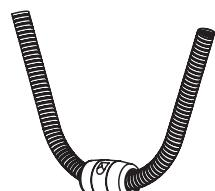

Рис. 4 / 4-сур.
- Груз-противовес (4) необходимо закрепить на нижней точке изгиба петли гибкого шланга (см. рис. 4).